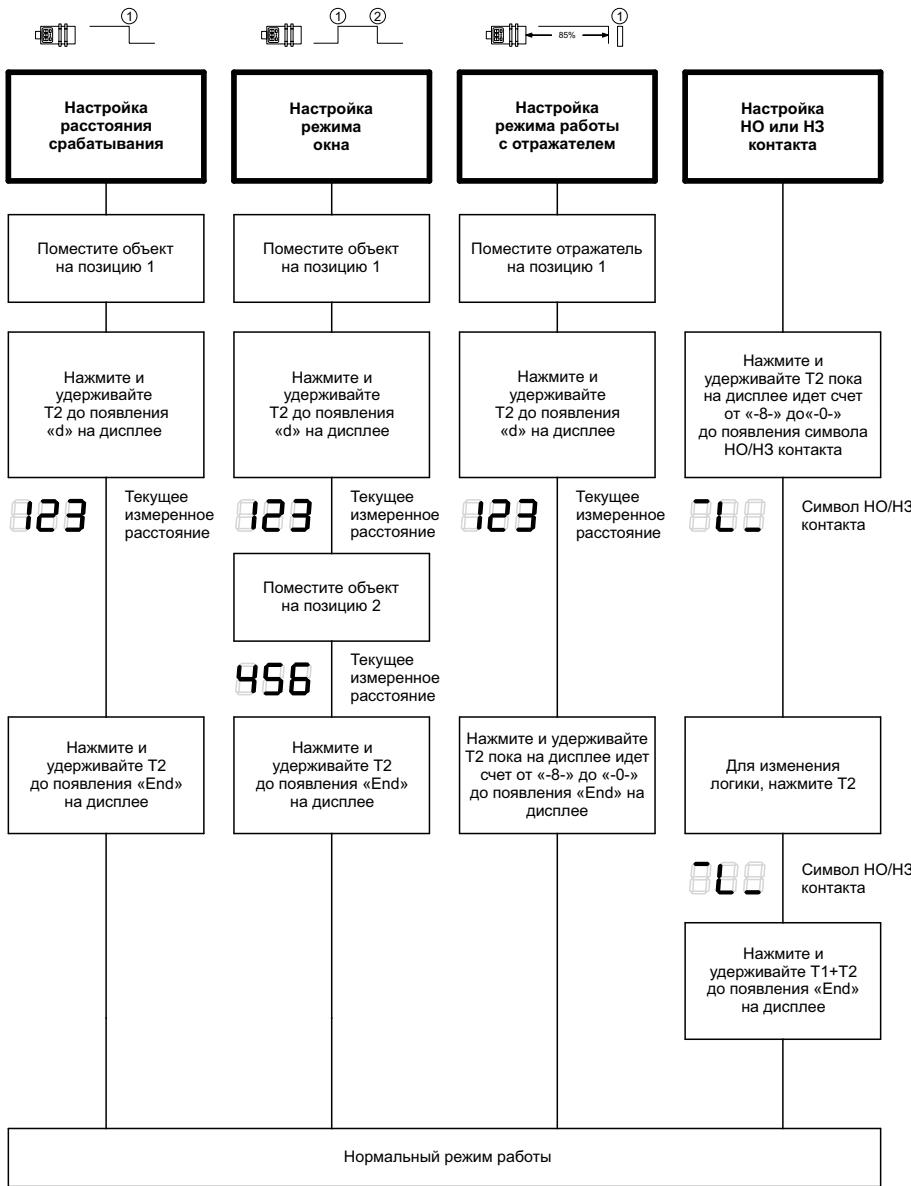

Рисунок 12 – Задание параметров с помощью процедуры «обучения» (дискретный выход) для датчика hps+.../DIU/TC
- 2) С помощью процедуры обучения на объекте (см. рисунок 12 — 13).